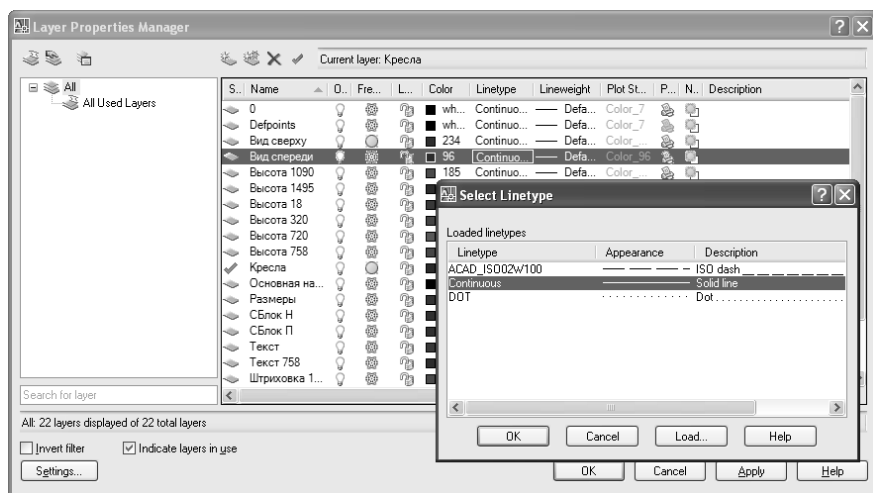

Рис. 4.18. Диалоговое окно **Select Linetype** с выбранным типом линии **Continuous**, который назначен слою «Вид спереди»
2. В открывшемся диалоговом окне **Layer Properties Manager** щелкните по имени типа линии в строке свойств того слоя, тип линии которого вы желаете изменить. AutoCAD откроет диалоговое окно **Select Linetype** (Выбор типа линий), показанное на рис. 4.18.